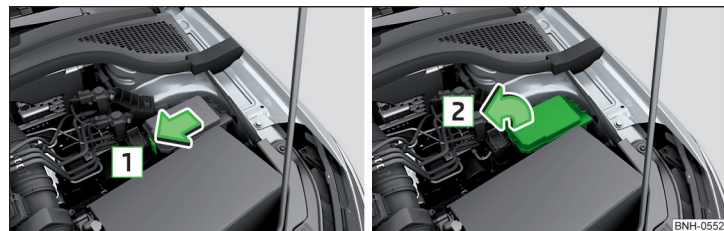
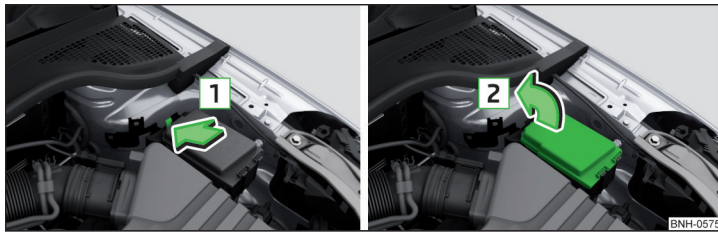

Abb. 181 Abdeckung des Sicherungskastens - Variante 1
Abb. 182 Abdeckung des Sicherungskastens - Variante 2
- Die Verriegelungstaste der Abdeckung in Pfeilrichtung **1** » Abb. 181 bzw. » Abb. 182 drücken und die Abdeckung in Pfeilrichtung **2** abnehmen.